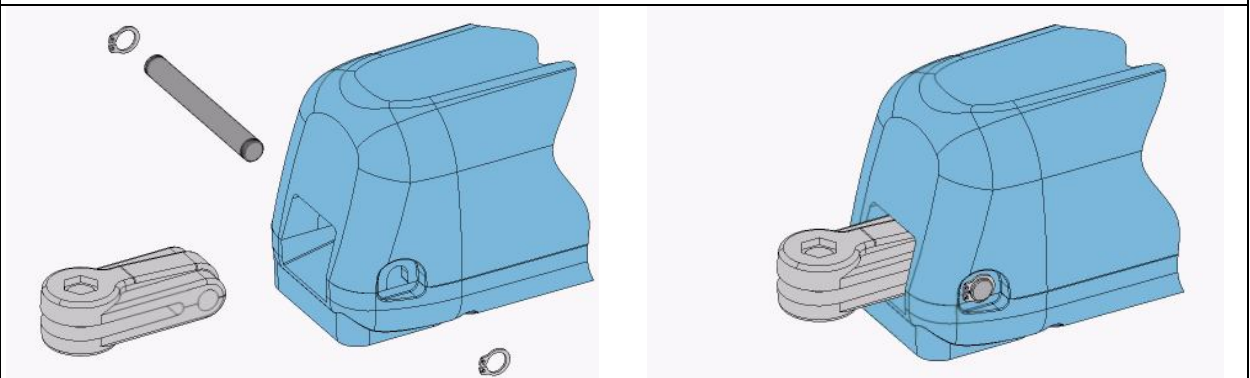

Рис. 8
- 2) Привод крепят к заднему кронштейну, используя штифт и разрезные шайбы (рис. 8).